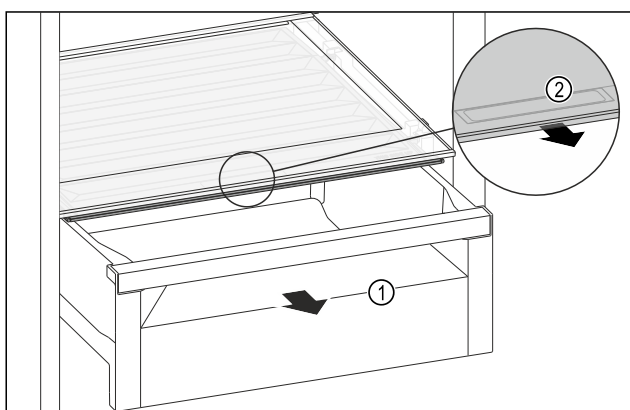

Fig. 200
- Extrageți sertarul Fig. 200 (1).
- Prindeți mânerul încastat Fig. 200 (2) de la capacul compartimentului și trageți concomitent capacul compartimentului spre partea frontală.